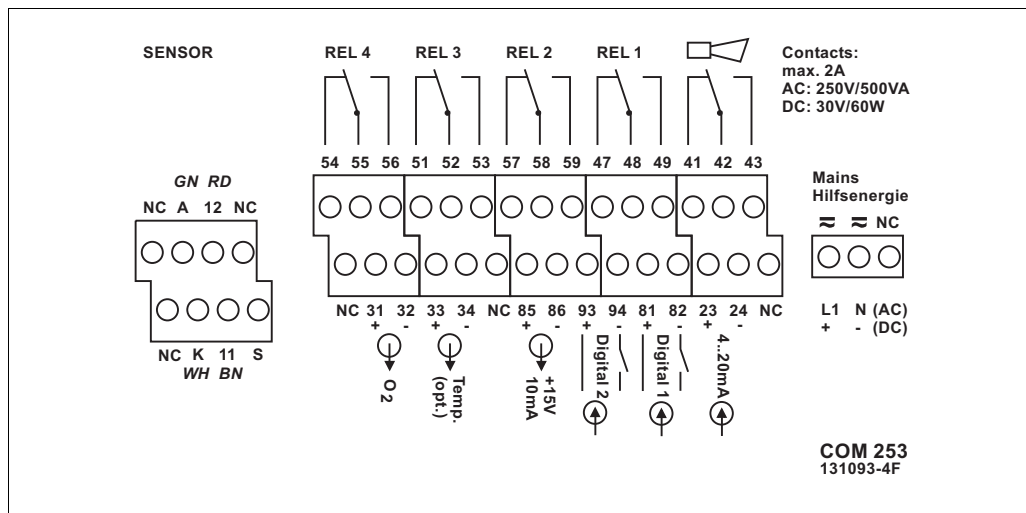

Abb. 12: Anschlussraumauflöcher Feldgerät
3. Schließen Sie das Kabel entsprechend der Klemmenbelegung an (siehe Abb. 12).